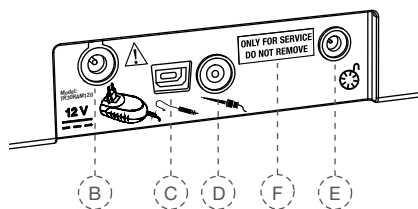

Fig. 3: Conexiones, vista trasera
A través del puerto USB (Fig. 3, F) es posible instalar actualizaciones de software o realizar tareas de mantenimiento. Esta conexión está destinada únicamente al personal de servicio técnico autorizado y, en el momento de la entrega, viene cubierta con una etiqueta que indica "ONLY FOR SERVICE DO NOT REMOVE" (Sólo para servicio técnico - No retirar). La etiqueta sólo puede ser retirada por el personal de servicio técnico.
3. Conecte el cable de la fuente de alimentación al puerto (Fig. 3, B) situado en la parte trasera del aparato.
8. Enchufe el cable del pedal en el puerto de conexión (Fig. 3, E) situado en la parte posterior de la unidad central.
10. Inserte el conector del cable del clip labial en el puerto correspondiente (Fig. 3, C), situado en la parte posterior de la unidad central.
12. Inserte el conector del cable del clip para limas en el puerto correspondiente (Fig. 3, D), situado en la parte posterior de la unidad central.